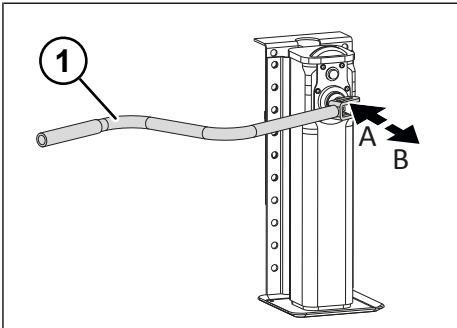

Abb. 5-3: Lastgang und Schnellgang der Heckstütze
- ▶ Schnellgang durch Herausziehen der Handkurbel einschalten (siehe "Abb. 5-3: Lastgang und Schnellgang der Heckstütze", S. 27).
- ▶ Lastgang durch Hineindrücken der Handkurbel einschalten (siehe "Abb. 5-3: Lastgang und Schnellgang der Heckstütze", S. 27).
- ▶ Lastgang durch Hineindrücken der Handkurbel einstellen (siehe "Abb. 5-3: Lastgang und Schnellgang der Heckstütze", S. 27).
- ▶ Schnellgang durch Herausziehen der Handkurbel einstellen (siehe "Abb. 5-3: Lastgang und Schnellgang der Heckstütze", S. 27).